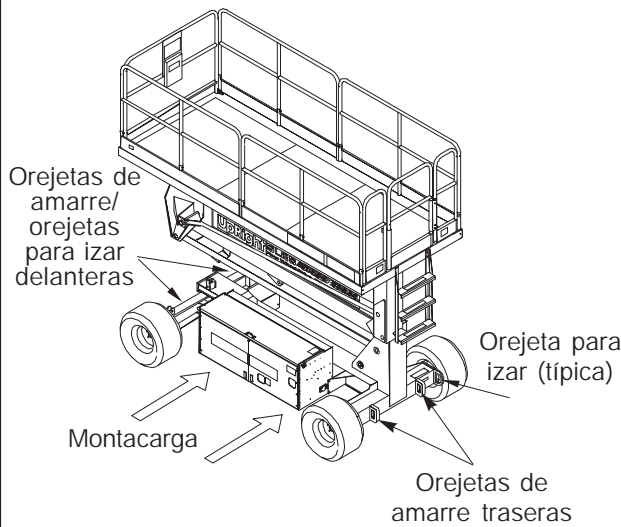

Figura 5: Transporte de la plataforma de trabajo
Levantar con el montacarga desde el costado del chasis, por debajo de los módulos (Figura 5).
Fijar las correas solamente a las orejetas para izar del chasis (Figura 5).
2. Sujetar la plataforma de trabajo al vehículo de transporte con cadenas o correas de la capacidad de carga adecuada sujetas a las orejetas de amarre del chasis (Figura 5).